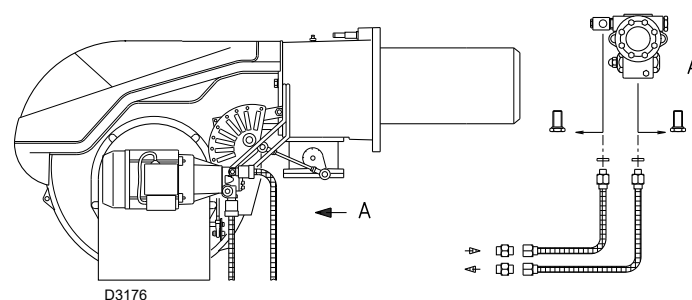

Fig. 20
4.8.4 Conexiones hidráulicas (Fig. 20)
Leyenda (Fig. 20)